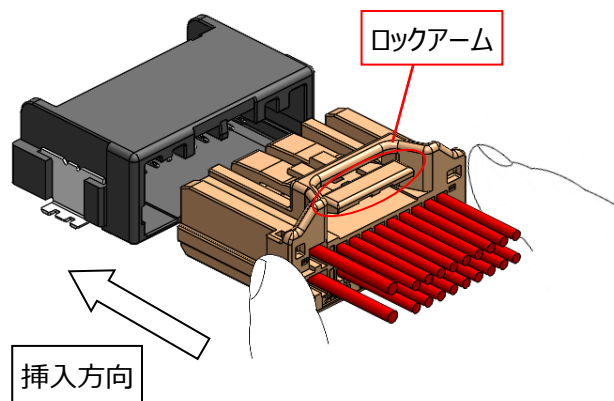

図 41.メスコネクタ挿入方向
- ①リテーナ装着作業が完了しているメスコネクタを、図 41 に示す方向でカチッと音がするまで